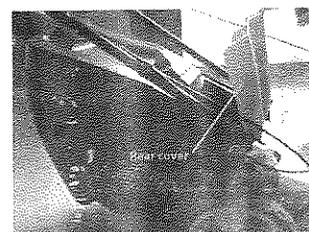
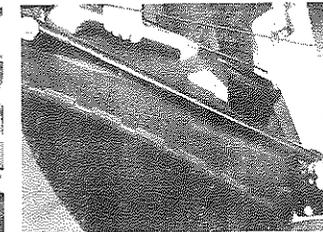

Fig 2A
Fig 2B
1. Para montar: Levante la tapa posterior y enganche el recogedor de césped en la parte trasera de la segadora (Fig. 2A, Fig. 2B)